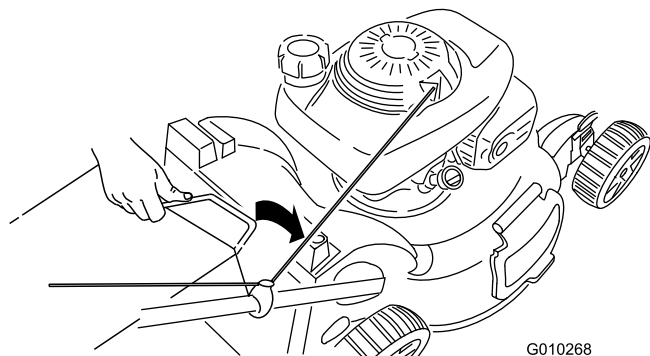

Figure 26
3. Insérez la poignée du bac à herbe dans les rainures en haut de la machine (Figure 26).